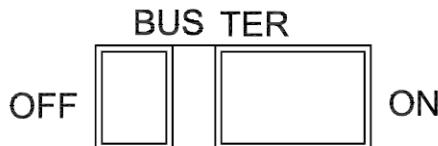

Рисунок 5.6 – Переключатель «Оконечная нагрузка шины (BUS TER)»
5.2.5.2 Переключатель BUS TER («Оконечная нагрузка шины») (см. рисунок 5.6) в положении «ON (Вкл.)» включает оконечный резистор порта RS-485, клемм 68 и 69 (См. схему силовой цепи, рисунок Б.1). Установка переключателя по умолчанию: «Off (Откл.)».